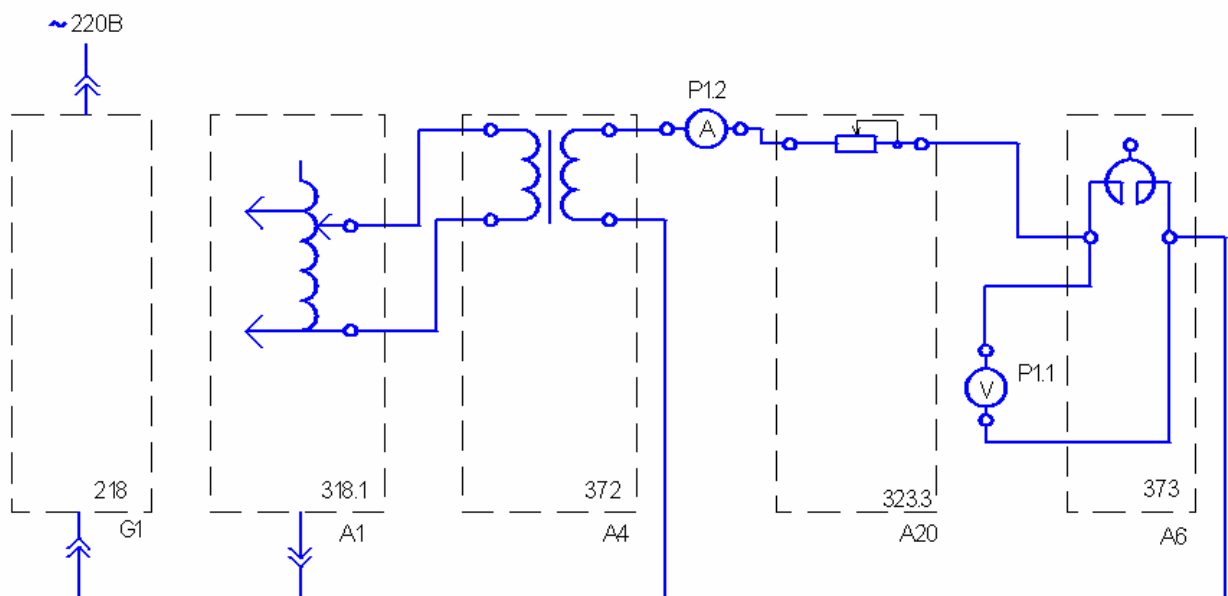

Рисунок 4.3 – Схема соединений
20. Соберите схему рис. 4.3 для определения сквозного индуктивного сопротивления реактора A6.